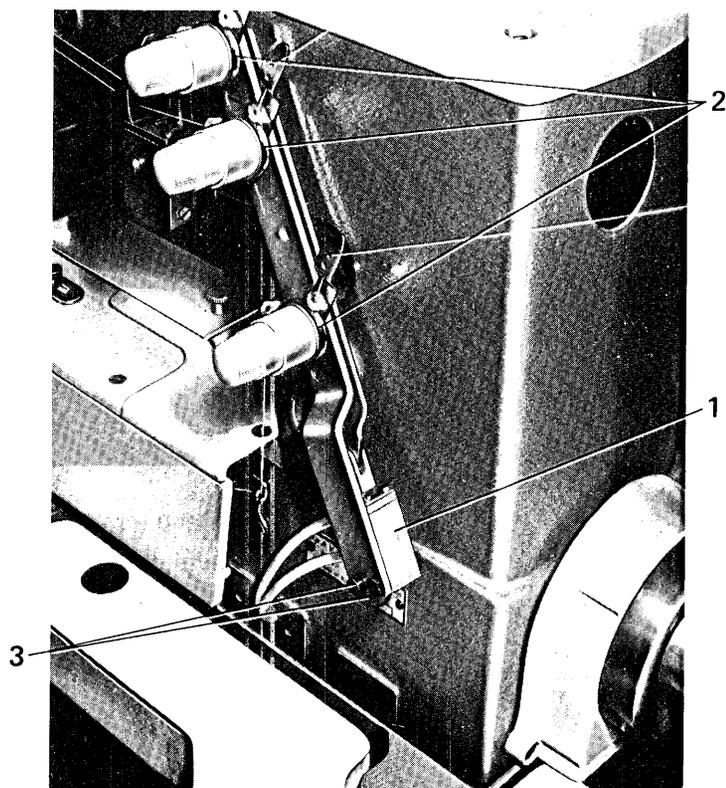

Fig. 24
Il cilindro apritensioni 1 fig. 24 deve aprire le tensioni 2 dei fili nella fase di taglio in modo da permettere agli arricchitori del filo dell'ago (o degli aghi) e del crochet (o dei crochets) di richiamare filo dalle bobine.
- Allentare le due viti 3 fig. 24 e spostare il cilindro verso l'alto per aumentare l'apertura dei dischi e verso il basso per diminuirla.